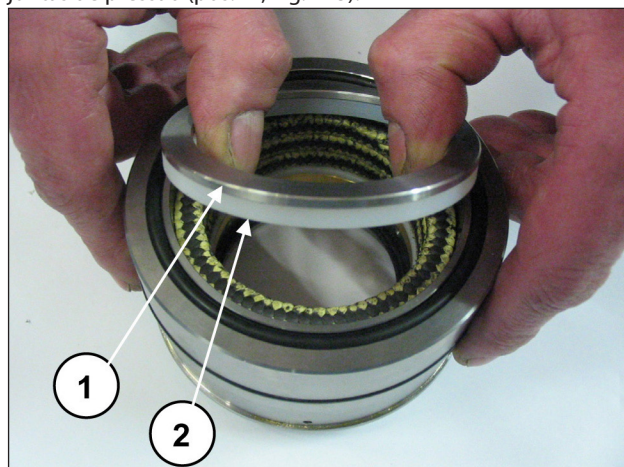
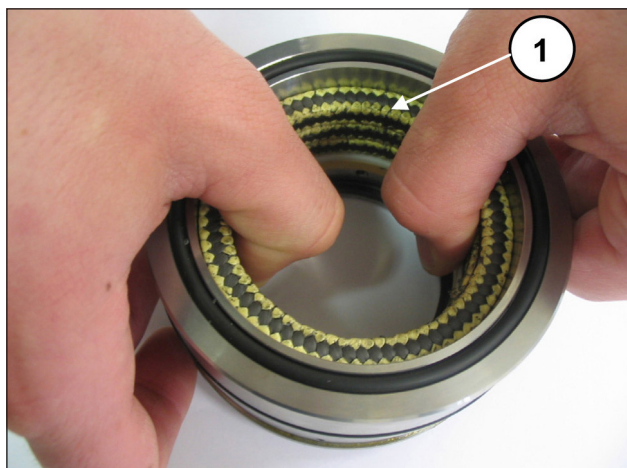

Fig. 142
Fig. 143
Separe o suporte das juntas da camisa, retire o anel para mola e o anel de raspagem (pos. ① ②, Fig. 142) para ter acesso às juntas de pressão (pos. ①, Fig. 143).